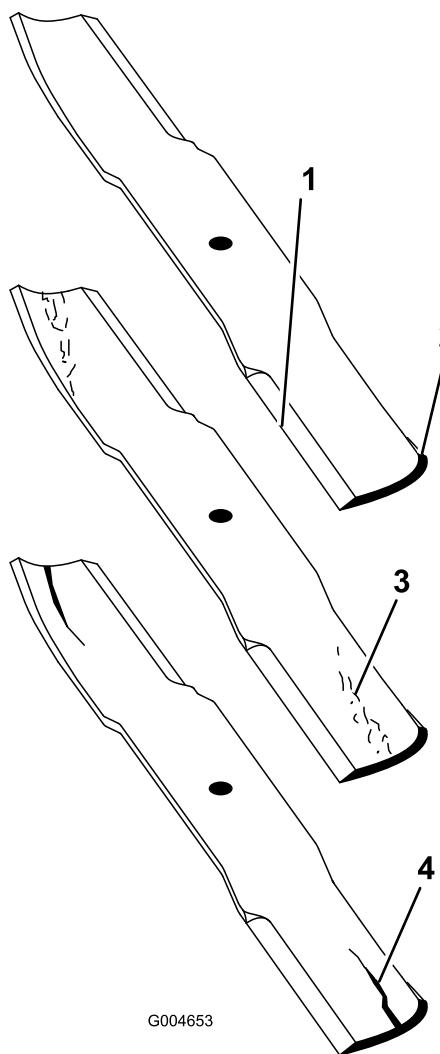

Рисунок 76
2. Осторожно проверьте режущие кромки ножей, особенно в точке соединения плоской и изогнутой частей ножа (Рисунок 76).
**Примечание:** Так как песок и абразивные материалы могут вызвать износ металла, соединяющего плоскую и изогнутую части ножа, проверьте нож перед использованием газонокосилки. В случае обнаружения износа (Рисунок 76) замените нож.